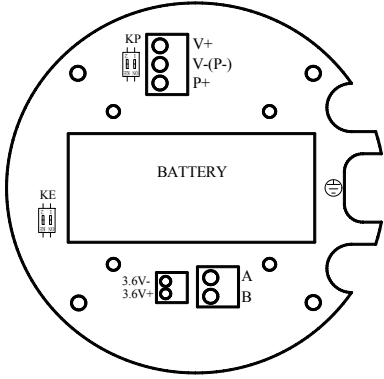
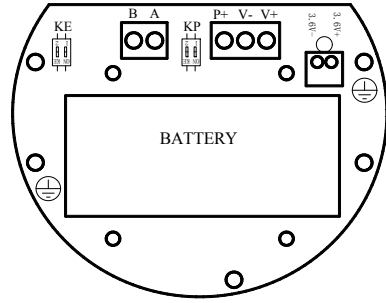

图 A.1
图 A.2
A.2 X3-2 端子板参见图 A.1, E3-2 端子板参见图 A.2, 端子接线见表 A.1。